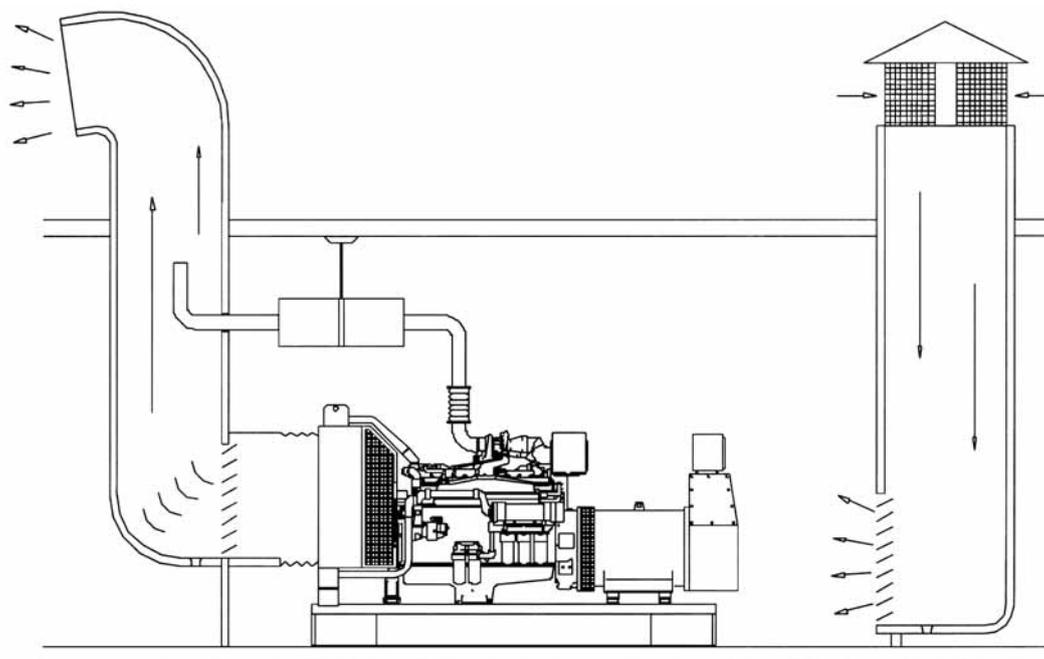

Рисунок 4.4. Воздушная вентиляция
Двигатель, генератор и выхлопные трубы излучают тепло, которое может привести к столь высокой температуре, что она может отрицательно повлиять на параметры работы электростанции. Поэтому важно обеспечить достаточную вентиляцию для постоянного охлаждения двигателя и генератора. Необходимо обеспечить достаточный воздушный приток воздуха, как показано на рис. 4.4, требует, чтобы воздух поступал в установку со стороны генератора, проходил по двигателю через радиатор и выходил из помещения по гибкому выпускному каналу. Если горячий воздух не удалять через канал из помещения, то вентилятор будет перемещать этот горячий воздух по кругу и направлять его обратно через радиатор, снижая тем самым эффективность охлаждения.
- Между выхлопным коллектором и системой отводящих каналов необходимо установить гибкую вставку для предотвращения передачи вибраций от двигателя на каналы для отвода газов и на здание, а также для компенсации теплового расширения и каких либо смещений каналов. (См. Рис. 4.4)